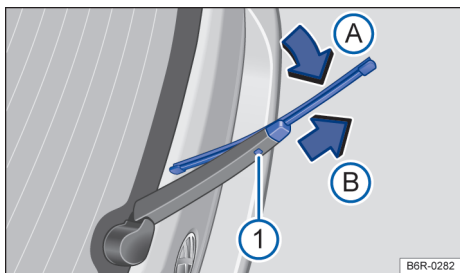

Fig. 199 Substituir a palheta do limpador do vidro traseiro.
- Manter o botão de destravamento → Fig. 199 ❶ pressionado .
- Incliná-la palheta do limpador do vidro no sentido do braço do limpador do vidro → Fig. 199 (seta A) e ao mesmo tempo retirar no sentido da seta B). Para isso, poderá ser necessário um esforço um pouco maior.
- Introduzir a nova palheta do limpador do vidro traseiro **de mesmo tamanho e versão** no braço do limpador do vidro traseiro no sentido contrário da seta → Fig. 199 B), até que ela se encaixe. Aqui a palheta deverá estar em posição dobrada → Fig. 199 (seta A).